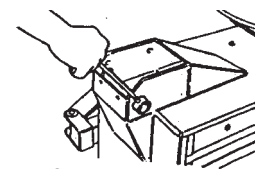
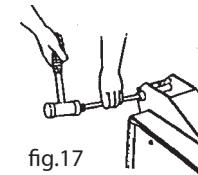
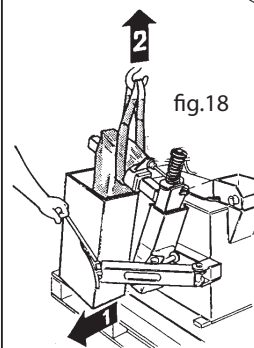
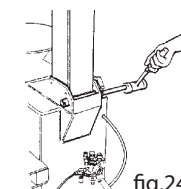

fig.16
fig.17
fig.18
fig.24
- Smontare la vite perno-fulcro palo con chiave a brugola di 6 (fig.16) e sfilare il perno come da fig.17.
- Dotarsi di una fascia di sollevamento di mt.1 modello DR 50 -fattore di sicurezza 6:1. Avvolgere la fascia attorno al braccio ribaltabile (fig.18)
- Aprire il braccio stallonatore come da fig.18 (1) e sollevare il palo con un paranco (2).
- Fissare il palo al cassone infilando il perno con un martello (fig.24) e stringere la vite perno-fulcro (fig.16).
- Unscrew the column pivot-pin bolt with a 6 mm hex key (fig. 16) and remove the pin as shown in fig. (17).
- Make use of a 1 m hoisting strap model DR 50 - safety factor 6:1. Wrap the strap around the tilting arm (fig.18)
- Open the bead breaking arm as shown in fig. 18 (1) and raise the column with a hoist (2).
- Fix the column to the machine body (fig.24) inserting the pivot-pin with a hammer and tighten the pivot-pin bolt (fig.16).
- Démontez la vis pivot-fulcre du bras au moyen de la clef hexagonale de 6 (fig. 16) et extraire le pivot (voir fig. 17).
- Se munir d'une ceinture de levage de 1m modèle DR50- facteur de sécurité 6:1; envelopper la ceinture autour du bras culbutant (fig. 18).
- Ouvrir le bras détalonneur (v. fig. 18)(1) et faire monter la colonne au moyen d'un palan (2).
- Fixer la colonne à la carcasse en enfilant le pivot au moyen d'un marteau (fig. 24) et serrer la vis pivot-fulcre (fig. 16).
- Die Schraube des Zapfendrehpunkts an der Tragsäule mit einem Allen-Wrench-Schlüssel von 6 abschrauben (Abb. 16) und den Zapfen wie in Abb. 17 herausziehen.
- Ein Hebeband von einem Meter Länge Modell DR 50, Sicherheitsfaktor 6:1 besorgen. Das Band um den Schwenkarm wickeln (Abb. 18).
- Die Abdrückkralle wie in Abb. 18 (1) öffnen und die Tragsäule mit einem Flaschenzug hochziehen (2).
- Die Tragsäule auf dem Kasten befestigen, wofür man den Zapfen mit Hilfe eines Hammer einsetzt (Abb.24), und dann die Schraube des Drehpunktzapfens anziehen (Abb. 16).
- Desmonte el tornillo pasador-fulcro de la columna con llave de allen de 6mm (fig. 16) y extraiga el pasador como muestra la fig. (17).
- Procúrese una correa de levantamiento de m. 1 modelo DR 50 - factor de seguridad 6:1; arrolle la correa alrededor del brazo volcable (fig. 18).
- Abra el brazo destalonador como muestra la fig. 18 (1) y levante la columna con un gato (2).
- Fije la columna sobre la caja (fig. 18), introduciendo el pasador con un martillo. (fig. 24) y apriete el tornillo pasador-fulcro (fig. 16).